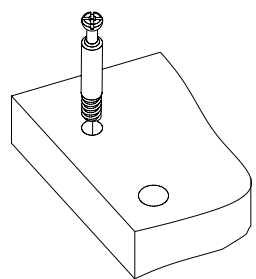
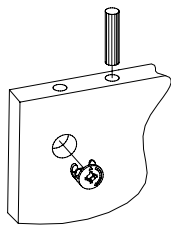

Рис.1
Рис.2
1. Подготовьте детали к сборке. Вкрутите шпильки минификс в детали 3, 4, 5, 6, 12 (Рис. 1). Затем вставьте головки минификс и шканты в детали 1, 2, 13, 14 (Рис. 2).